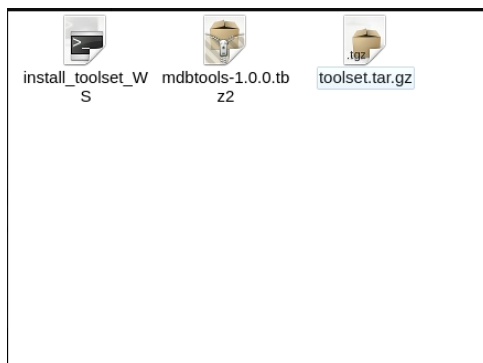

Рисунок 4.1 – Установочные файлы
- установочный пакет должен содержать 3 файла, которые понадобятся для выполнения установки (см. рисунок 4.1).